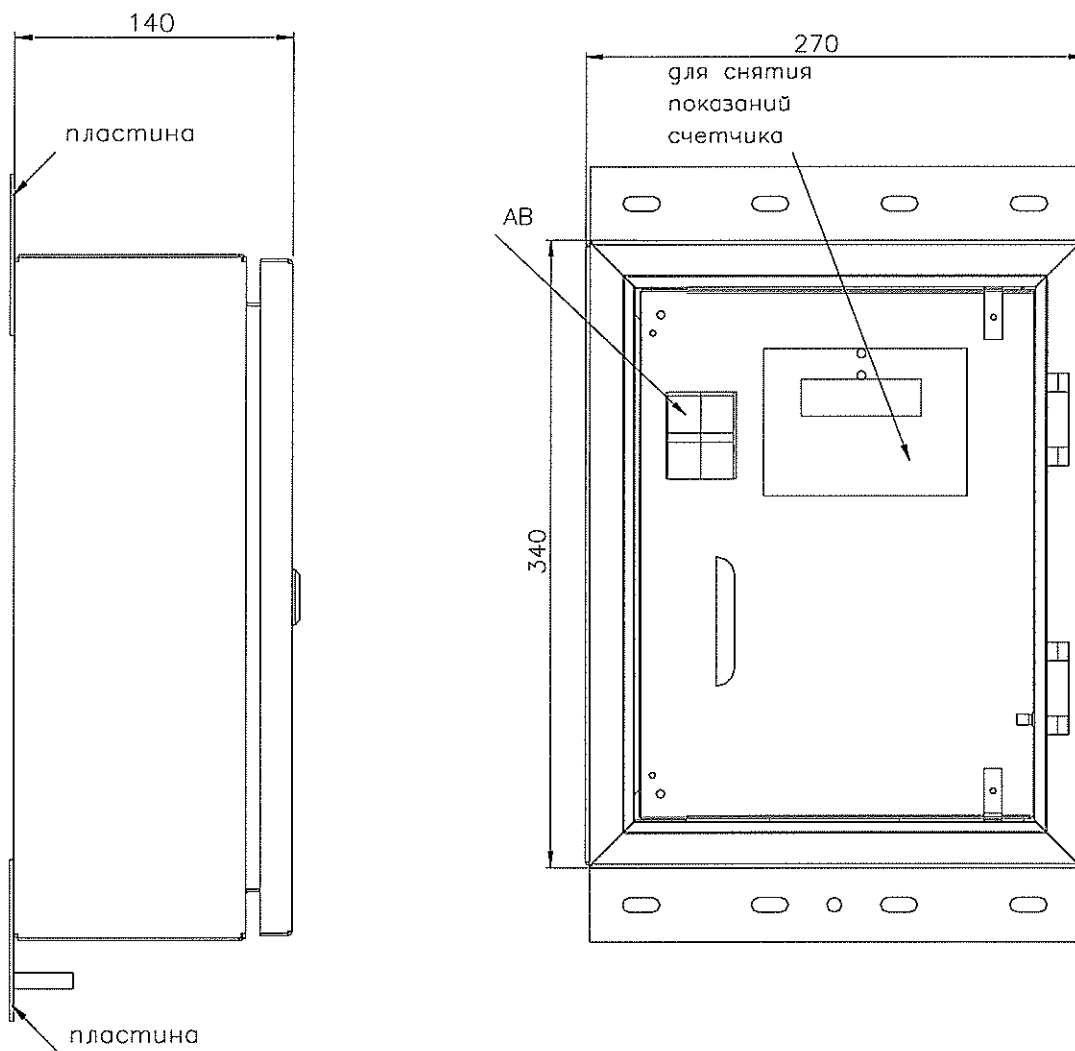

Рис. 5
4.1. 1-го однофазного счетчика (рис. 5):